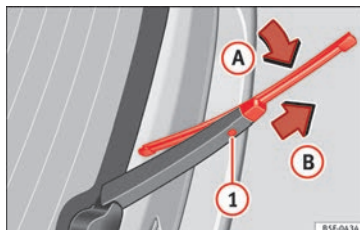

Fig. 63 Sostituzione della spazzola del lunotto.
- Sollevare il braccio del tergicristalli e abbassarlo di un angolo di circa 60° » **fig. 63**.
- Tenere premuto il tasto di sbloccaggio ①.
- Abbassare la spazzola nella direzione del braccio del tergicristallo » **fig. 63** (freccia A) e contemporaneamente tirare in direzione della freccia B. Potrebbe essere necessario applicare molta forza.